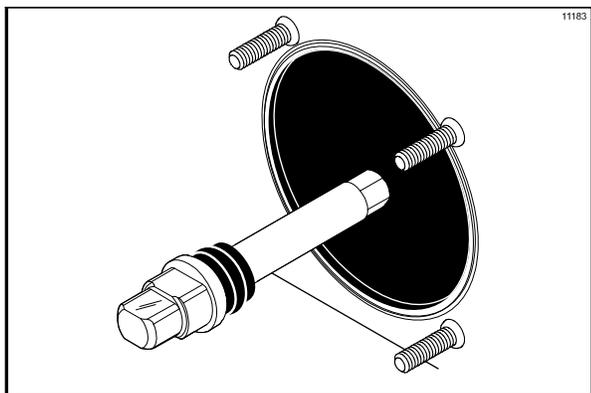

図129
2. ドライブシャフトを冷凍シリンダーのリアシェルベアリングに差し込み、六角の先端部をドライブカップリングにしっかりとめ込みます(図129を参照)。